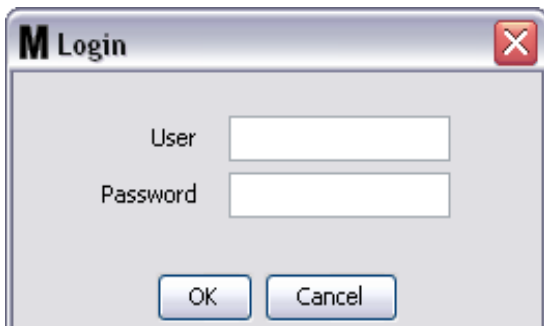

FIG. 115
3. La casella popup illustrata in FIG. 115 è visualizzata e fornisce un nome utente e password.